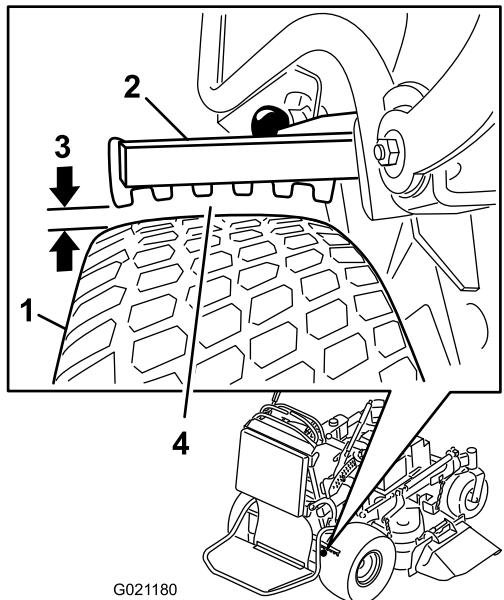

図 62
6. すき間が小さい方の側で、その距離が図 62 に示すように 3-6mm の間になっていることを確認する。調整が必要な場合は、ブレーキの調整 \(ページ 46\) を参照。
5. ヨークを調整する 図 62。